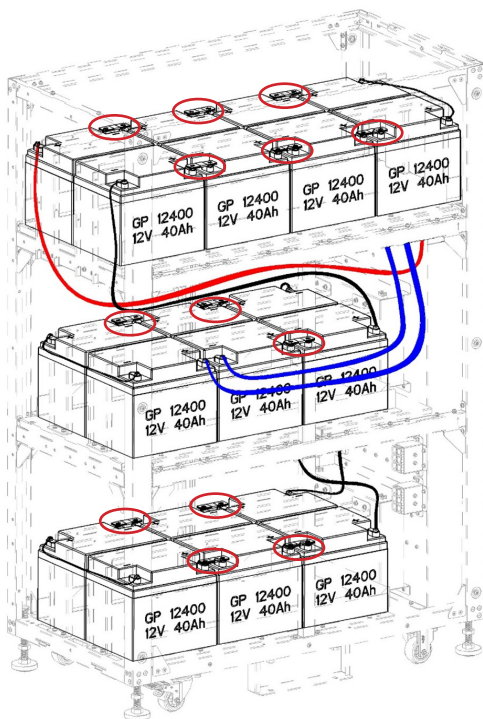

Figure 5-41A
11. Connecter les câbles de la batterie 1+ à la barre du bus de BAT+, de la batterie 10- à la barre du bus de BATN, de la batterie 11+ à la barre du bus de BATN, de la batterie 20- à la barre du bus de BAT- et les câbles de connexion de la couche (Figures 5-41A et 5-41B).